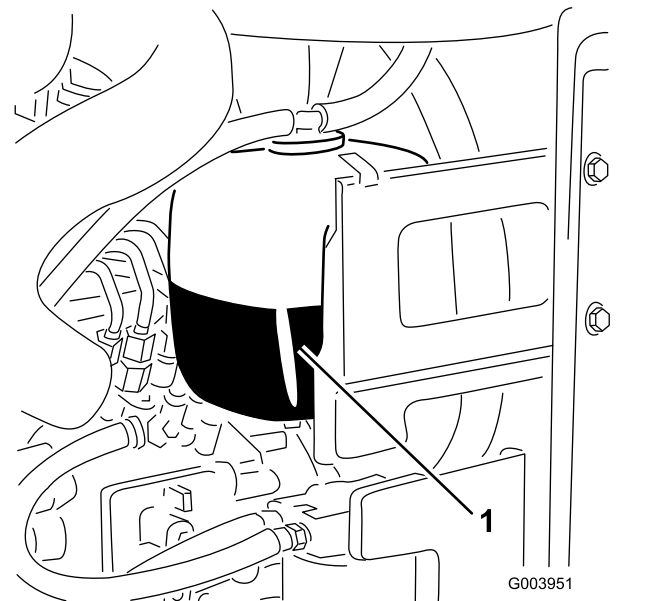

Figura 32
1. Verifique o nível de líquido de arrefecimento do depósito secundário (Figura 32).